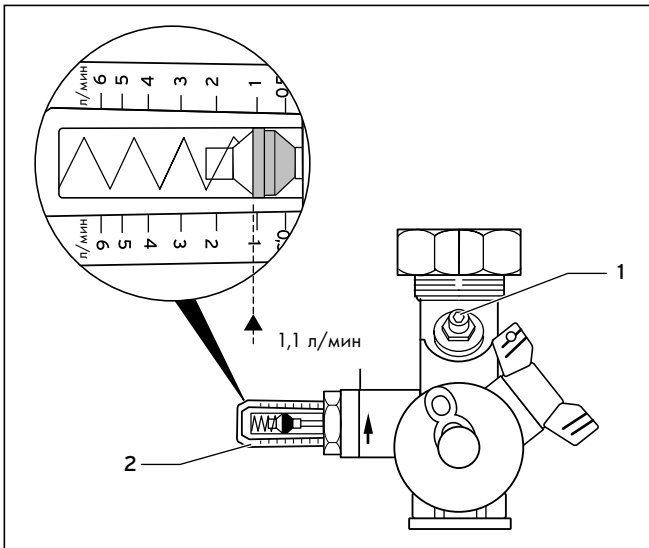

Рис. 6.3 Ограничитель расхода и количества насосной группы гелиосистемы 6 л/мин.
- Сделайте точную настройку клапана ограничителя расхода и количества (1, рис. 6.3 и 6.4).
Настроенное значение Вы можете считать на индикаторе (2, рис. 6.3 и 6.4) ограничителя расхода и количества.